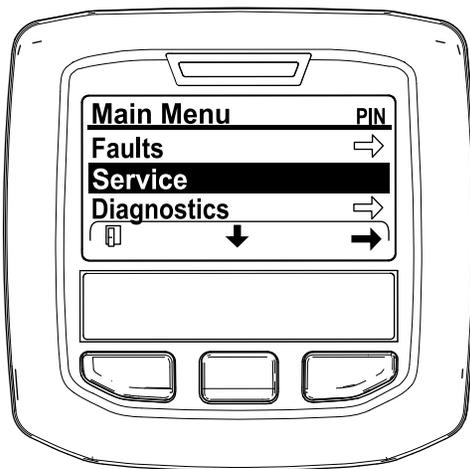

Figura 42
2. Navigate al MENU PRINCIPALE, premete il pulsante centrale per scorrere fino all'opzione MENU MANUTENZIONE, poi premete il pulsante destro per selezionare l'opzione MANUTENZIONE (Figura 42).